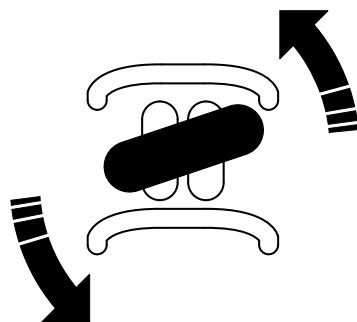

Figure 11
- Pour tourner à gauche, tournez la commande de déplacement dans le sens antihoraire (Figure 11).